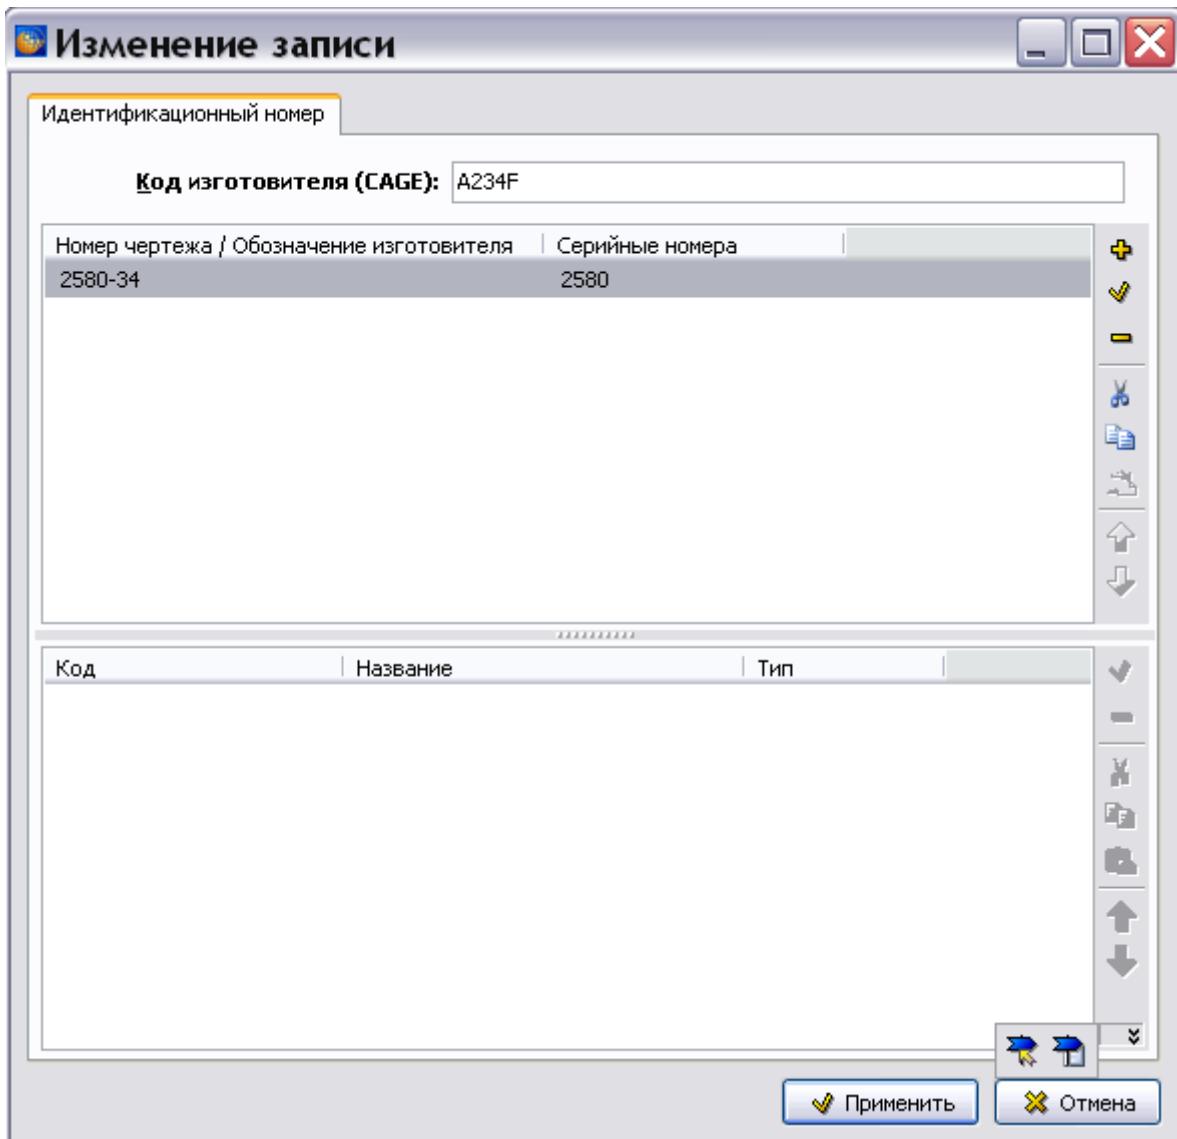

Рис. 17.11
11. Нажмите на кнопку **Применить**. После этого произойдет возврат в окно **Изменение записи** для идентификационного номера (Рис. 17.11).